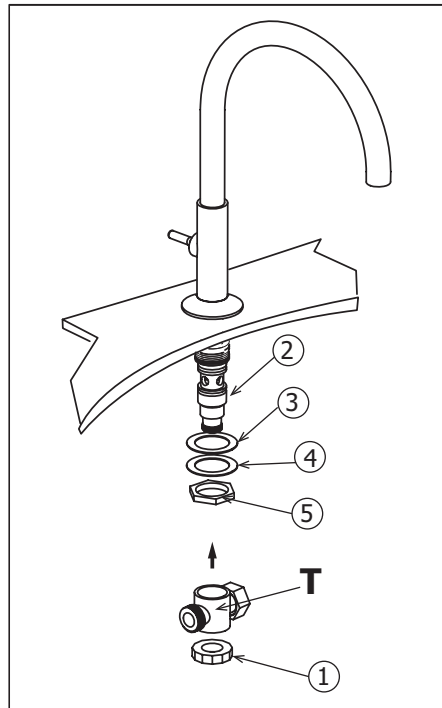

Fig.3
Carefully insert the shank body through the pre-drilled deckmount hole. Make sure it is push in properly. From underneath, insert fiber (3) and metal (4) washers and secure with nut (5). Fig.3.
Insérer avec soin la base du bec dans le trou de la surface. S'assurer d'insérer le raccord jusqu'au bout. Insérer les rondelles en fibre (3) et en métal (4) par en dessous et fixer le bec avec l'écrou de retenue (5). Fig.3.